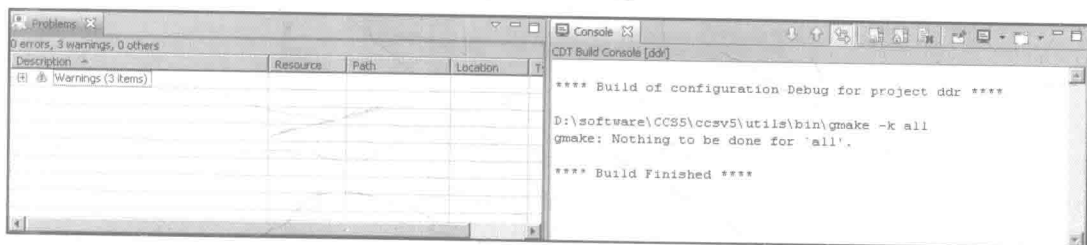

图 1-1-5 查看反馈信息
② 编译完成后可在 Console 和 Problem 窗口中看见反馈信息,如图 1-1-5 所示。